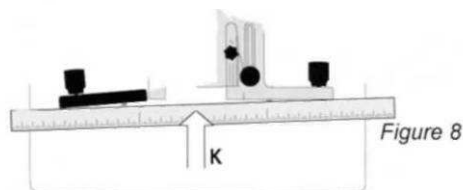
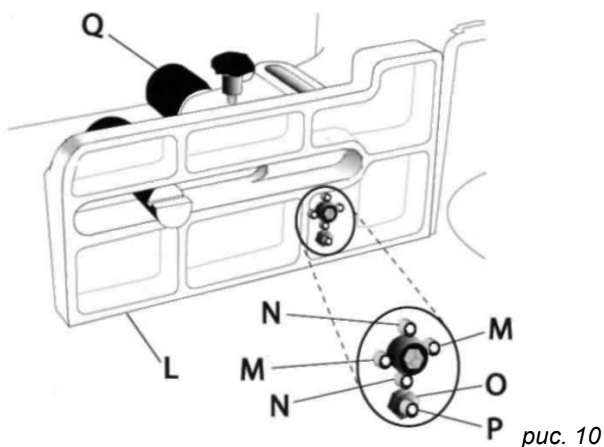

рис. 8
рис. 10
7. Прижимайте поверочную линейку (К, рис. 8). Убедитесь, что обе половины упора выровнены, как показано в иллюстрации 9. Это достигается, поочередным изменением выхода двух регулировочных винтов (М., рис. 10) из передней части упора (L, рис. 10) 3-миллиметровым шестигранным ключом, периодически, придвигая левую часть упора, вращая ручку (Q, рис. 10) как требуется.
Важно: рекомендуется, чтобы регулирование винтов (М., рис. 10) за один оборот вращения не превышали 1/16 дюйма
8. Поместите поверочный угольник на стол, придвинув к упору (L, рис. 10).
9. Если регулирование требуется, крутить *винты* N (рис. 10).
5. Используя 10-миллиметровый гаечный ключ, ослабьте *контргайку* (O, рис. 10), который обеспечивает *нулевое положение винта установки* (P, Рис., 10) *искривления* (L, рис. 10).
6. Поверните в одну или в другую сторону *винт* (P, рис. 10), как требуется, чтобы выровнять направляющие, как показано в чертеже M.
7. Закрутите *контргайку* (O, рис. 10).